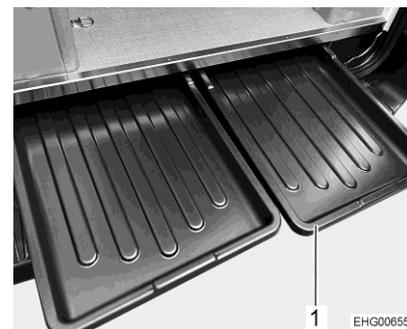

Fig. 35 Basi estraibili doppio fondo (accessorio opzionale)
- Estrarre una delle basi estraibili (Fig. 35,1) nella zona di coda del veicolo.